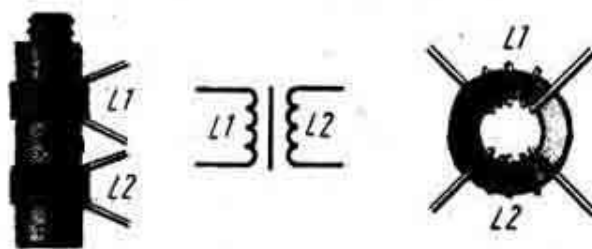

Рис. 8 Высокочастотные трансформаторы с магнитодиэлектрическими сердечниками (слева со - стержневым, справа с кольцевым (тороидальным) сердечником).
Для усиления связи между катушками в высокочастотных трансформаторах используют сердечники в виде стержней или колец (рис. 8), представляющие собой спрессованную массу из неметаллических материалов. Их называют магнитодиэлектрическими или высокочастотными сердечниками. Наиболее распространены ферритовые сердечники. Ферритовый сердечник не только усиливает связь между катушками, но и повышает их индуктивность, поэтому они могут иметь меньше витков по сравнению с катушками трансформатора без сердечника. Магнитодиэлектрический сердечник высокочастотного трансформатора не зависит от его конструкции и формы обозначают на схемах так же, как магнитопровод низкочастотного трансформатора, - прямой линией между катушками, а обмотки, как и катушки индуктивности, - латинскими буквами (L).